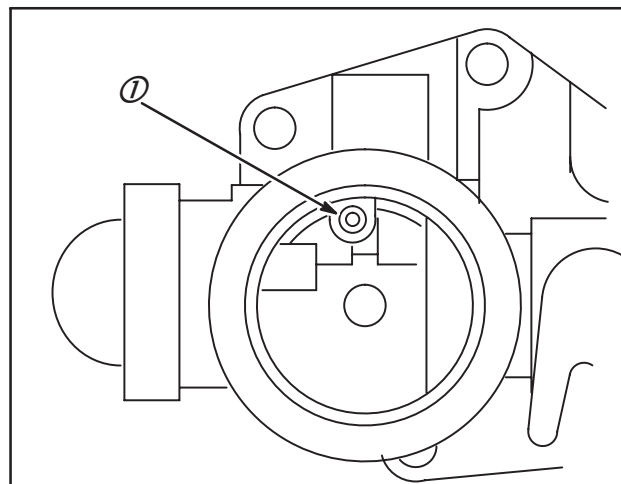

Fig. 6
NOTE : Si le moteur doit fonctionner à haute altitude, ses performances peuvent diminuer. Dans ce cas, déposer le gicleur d'air (1), Fig. 6.